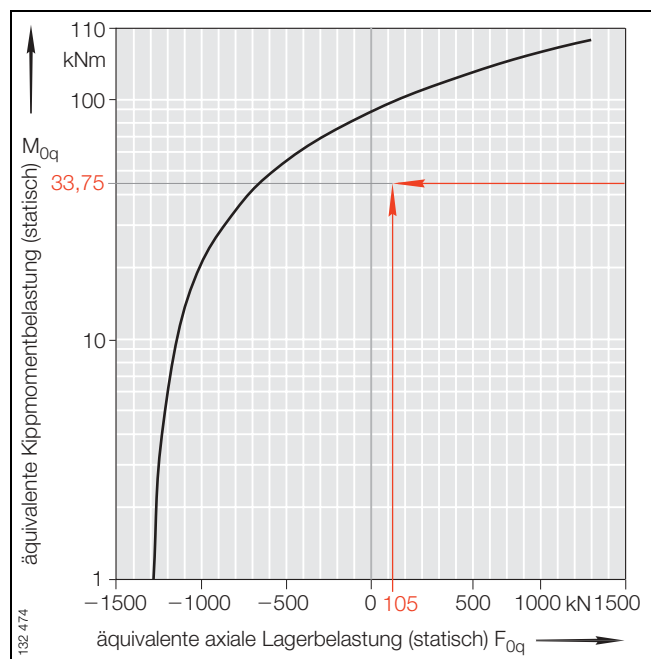

Bild 1 · Statisches Grenzlastdiagramm *Befestigungsschrauben* – Beispiel für Kreuzrollenlager SX 01 1860
- die Kurven in den statischen Grenzlastdiagrammen *Befestigungsschrauben* (Beispiel siehe Bild 1)
Mit den Werten F_{0q} und M_{0q} den Lastpunkt im statischen Grenzlastdiagramm *Befestigungsschrauben* bestimmen. Der Lastpunkt muss unterhalb der entsprechenden Schraubenkurve liegen (siehe Beispiel, Bild 1)!